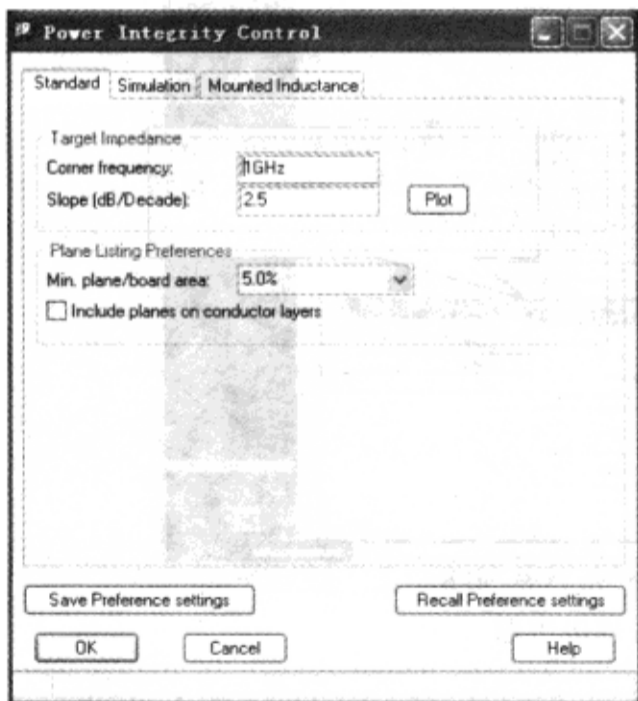

图 9-7-35 电源完整性控制参数设置窗口
(1) 在“Power Integrity Design & Analysis”对话框中单击“Control”按钮，弹出“Power Integrity Control”对话框，如图 9-7-35 所示。